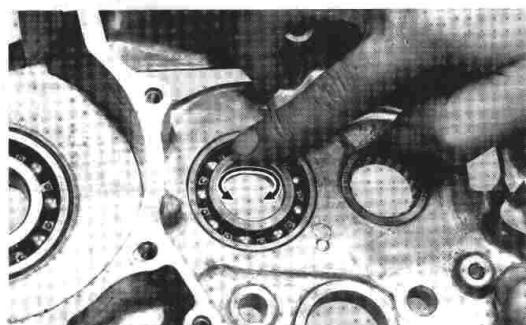

Fig. 3-4-32
- a. After cleaning and lubricating bearings, rotate inner race with a finger. If rough spots are noticed, replace the bearings. (Fig. 3-4-32)
- a. Après avoir nettoyé et graissé les roulements, faites tourner la voie de roulement interne avec le doigt. Si l'on remarque des endroits rugueux, remplacez le roulement. (Fig. 3-4-32)